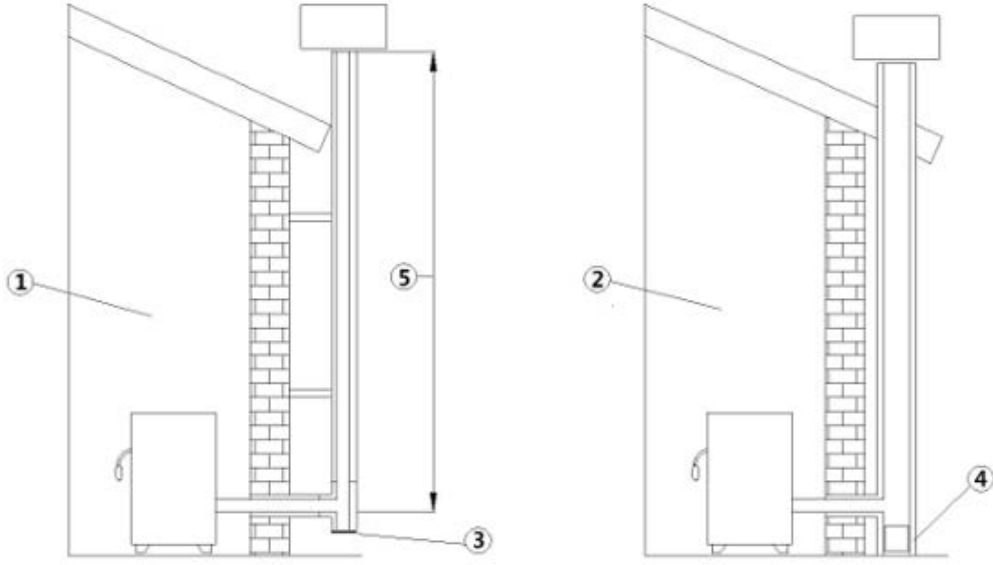

Fig. 1 - Bacalar
AÇIKLAMA	Fig. 1
- Duman borusunun (bkz. **Fig. 1**) inoks izole (1) borular ile veya mevcut baca (2) üzerinde tek olmalıdır.
- Her iki çözüm de teftiş kapağı (3) ve/veya teftiş kapısına (4) sahip olmalıdır.